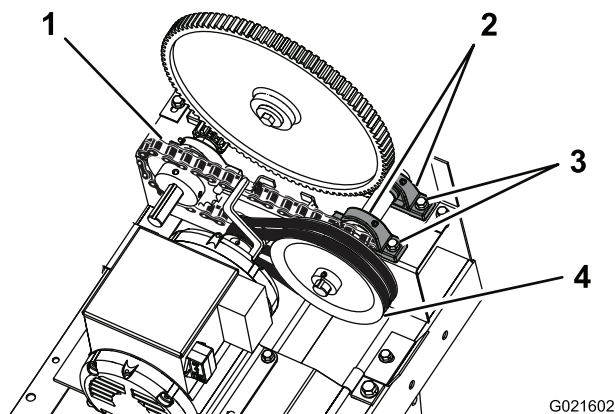

Figura 43
2. Afloje las tuercas y los pernos que sujetan los portacojinetes de la polea tensora (Figura 43).